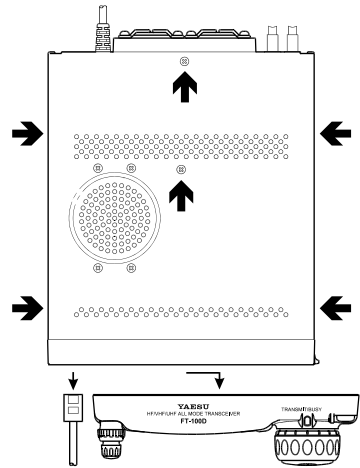

Figure 1
2. En se reportant à la Figure 1, enlever les six vis fixant la partie supérieure du boîtier de l'émetteur récepteur, et enlever ce couvercle; débrancher le connecteur du haut-parleur quand vous enlevez la partie supérieure du boîtier, et débrancher la face avant de l'émetteur récepteur. Enlever le connecteur **MIC** en même temps.